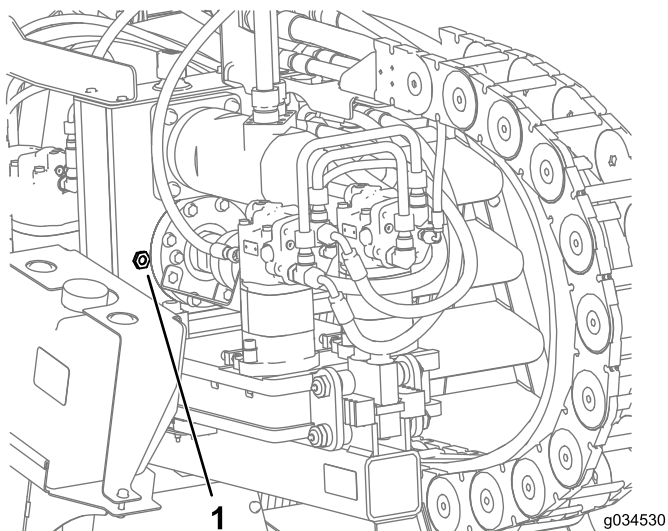

Figura 132
2. Compruebe el nivel de aceite de la mirilla de la transmisión de la caja de engranajes (Figura 132).
3. Retire el tapón del respiradero y coloque aceite en la transmisión de la caja de engranajes hasta que el nivel de aceite en la mirilla esté al menos lleno hasta la mitad (Figura 132).
6. Coloque aceite en la caja de engranajes hasta que el nivel de aceite en la mirilla esté a más de la mitad (Figura 132).